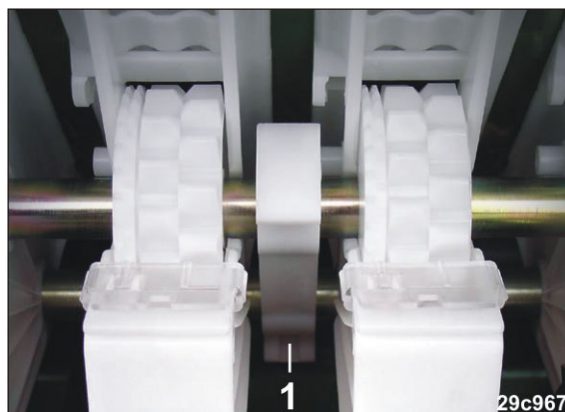

Fig. 250
3. Abrir o rolamento axial do veio semeador (Fig. 250/1).